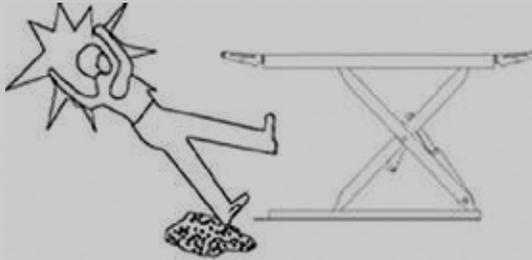

Abbildung 16
⚠ Der Boden um die Hebebühne kann aufgrund von Verunreinigungen mit Schmiermitteln glatt sein. Der Bereich unter und um die Hebebühne muss stets sauber gehalten werden. Entfernen Sie verschüttetes Öl sofort. (*Abbildung 16*)
- Die Hebebühne muss entsprechend den angegebenen Sicherheitsabständen von Wänden, Masten und anderen Einrichtungen installiert werden. (Abbildung 16)